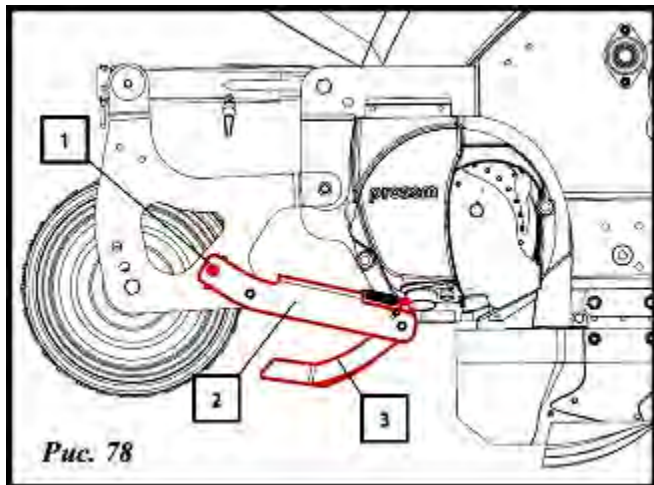

Рис. 78
Каждый загорточ состоит из кронштейна (2, рис. 78) и лапы (3, рис. 78).
- 1 - Ослабить болт (1, рис. 78).
- 2 - Переместить кронштейн (2, рис. 78) в требуемое положение.
- 3 - Зажать болт, чтобы зафиксировать кронштейн загорточа (1, рис. 78).